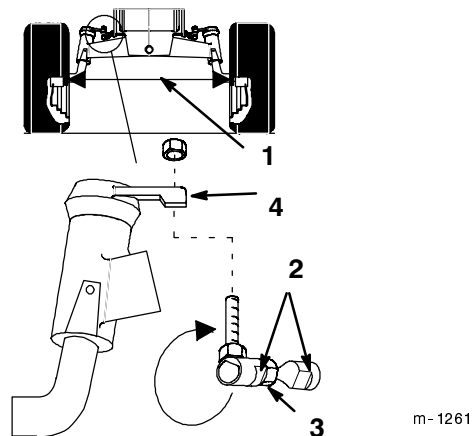

Figure 32
Maintenez le pincement des roues avant spécifié. Ajustez le pincement en cas d'usure irrégulière des pneus, si la surface de travail est scalpée ou si la direction devient dure. Vérifiez le pincement des roues avant toutes les 100 heures de fonctionnement ou une fois par an, selon ce qui se présente en premier (Fig. 32).
3. Mesurez la distance entre les jantes (à hauteur d'essieu) à l'avant et à l'arrière des roues (Fig. 32).
2. Déposez le joint à rotule de l'un des leviers de direction (Fig. 32).
- Maintenez les méplats du joint pour les aligner avec ceux de la biellette de direction, puis serrez le contre-écrou (Fig. 32).